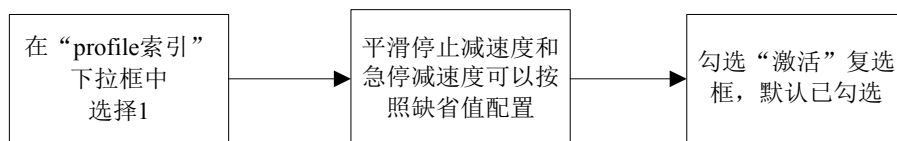

图 4-20 开环模式下 profile 配置流程
- (3) 切换至“profile”页。开环模式下 profile 配置流程如图 4-20 所示。